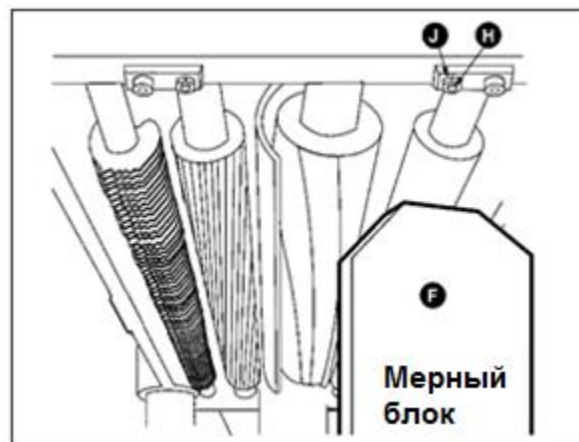

Рисунок 8-8
6. Извлеките щуп и сдвиньте мерный блок под один конец ролика разгрузки как показано на Рис. 8-8). Нижняя часть ролика разгрузки должна только касаться вершины измерительного блока. Если необходима регулировка ролика разгрузки, ослабьте стопорную гайку (J) и поверните винт (H), пока ролик разгрузки не коснется мерного блока. Затем затяните стопорную гайку (J).